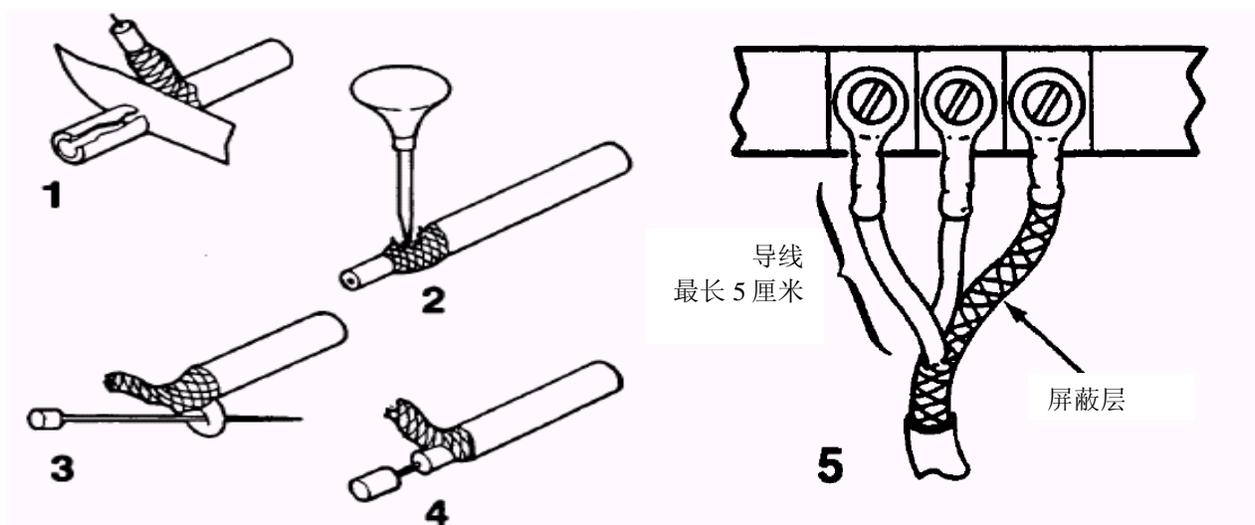
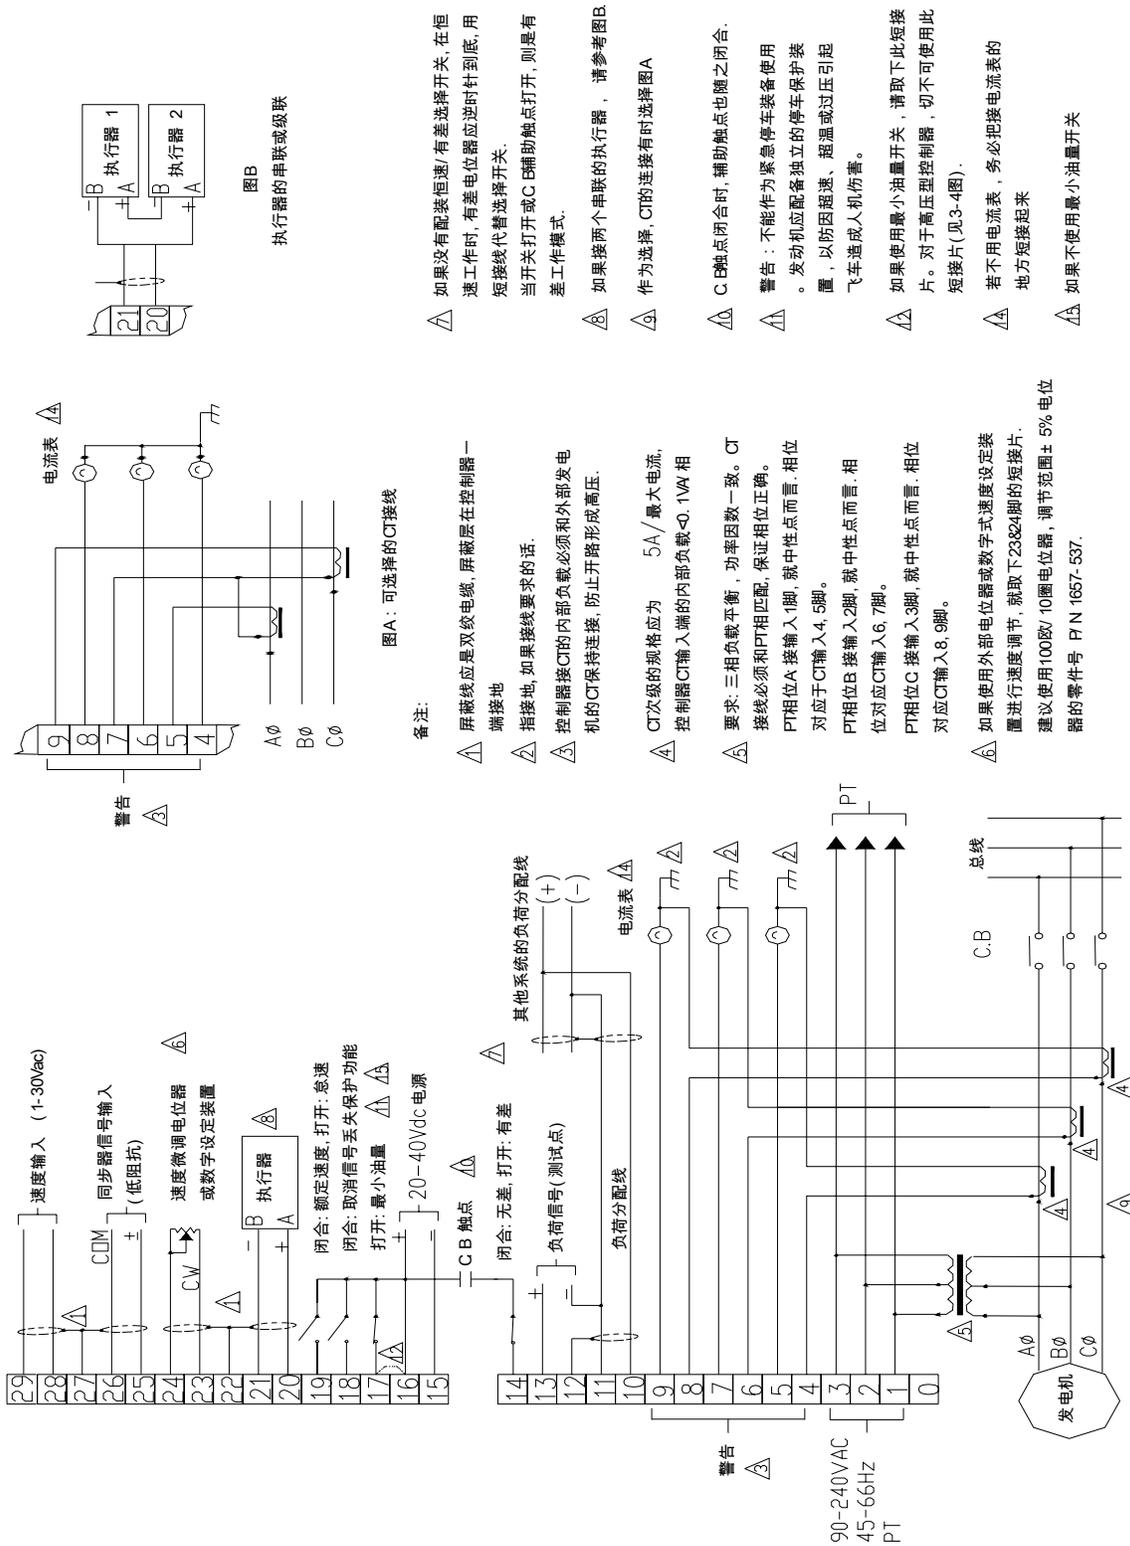

图 3-1 屏蔽线缆剥线和接线示意
图3-3 电气接线图 (低电压)
对于典型安装的控制器的，其对外电气接线及屏蔽线的要求，请参照图 3-3，本章节也对这些要求做了详细讨论。
所有屏蔽线缆必须是双绞线。不要给屏蔽层上锡。所有的信号线应该使用屏蔽线，以防止从邻近设备中拾取电磁干扰信号。屏蔽线的接线方法见图 3-1 和电气接线图 3-3。接线时，去掉屏蔽层的导线要尽可能短，不要超过 5 厘米；屏蔽线应在控制器一端接地，屏蔽线另一头保持开路。布置信号屏蔽线时，应避免携带强电流的电缆，有关这方面的详细论述，请参阅文献 PMCC821D “电调系统的防干扰控制”。
当需要使用屏蔽线时，应按要求截取线缆长度，并参照图 3-1，按以下步骤安装接线。
PT 次级线线间的电压一定在 90~240Vac (RMS,交流有效值) 范围内,参考接线图 3-3。
CT 标准的接线方式见图 3-3。在图中上方还插入另外一种接线方式（OPEN DELTA）。
最小限油触点开关控制可选作为正常停车控制。控制器端脚 17 和 16 (+, 高压型为 0 端脚) 之间接有一短接片，如图 3-3 所示。记住：请不要随意取下此短接片，除非采用外接的触点开关控制。要知道，端脚 17 上如果没有加上 20~40VDC 工作电压，控制器将不会工作的。只有当端脚 17 和 16 (+) 之间触点闭合，端脚 17 有了工作电压，控制器才能使执行器按要求动作。
控制器端脚 23 和 24 之间必须保留短接片，除非选用外接的远程速度微调电位器。如果使用外接电位器，屏蔽线的接法请参照图 3-3；其中，屏蔽层接到 22 脚。从控制器到执行器屏蔽层必须连续，不能有中断，并且要与其他导体表面绝缘。使用一只 100Ω 的电位器，可得到额定转速±5% 的调节量；如果调节量不需要很宽，就选用阻值小一点的电位器。建议使用多圈电位器。
B. 参照图 3-3 检查接线